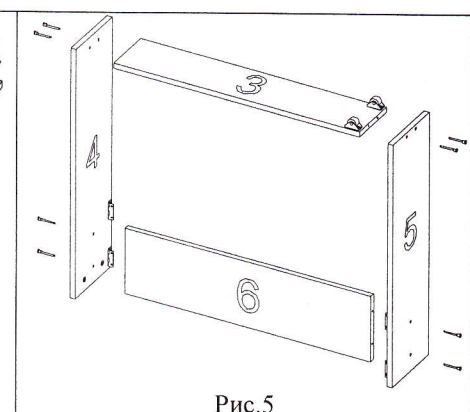

Рис. 5
5. Соединить детали №3, №4, №5, №6 между собой (см. рис. 5).